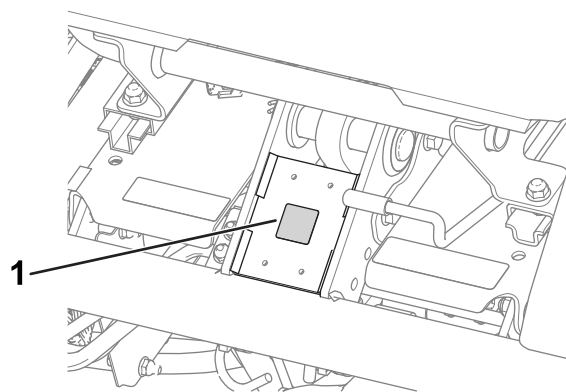

図 14
- CE マークデカルを、運転席前下のフレーム部分に貼りつける 図 14。